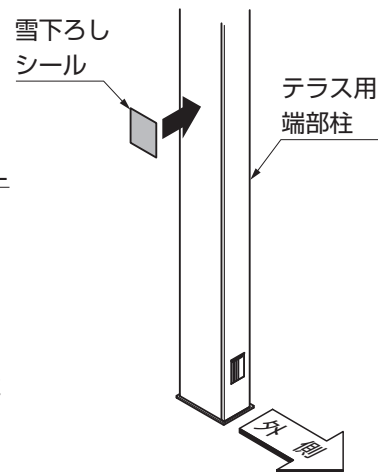

図22-3
- ①テラス用端部柱フタをテラス用端部柱の内側からはめ込んでください。
- ②テラス用端部柱の見やすい位置に雪下ろしシールを貼付けてください。(図22-3参照)